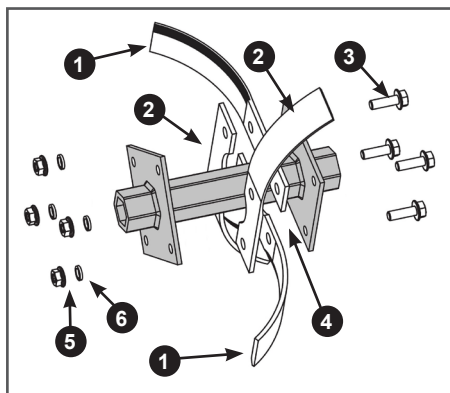

Рис. 15. Установка ножей на внутренний фланец основной секции оси фрезы
3. Установите ножи на внутренний (со стороны редуктора) фланец основной секции оси (Рис. 15). Со стороны редуктора вставьте в отверстия во внутреннем фланце 4 оси болты 3, далее в соответствии с рисунком 15 на внутренний фланец с внешней его стороны установите правые ножи 1 (имеющие изгиб в сторону от редуктора), затем, как показано на Рис. 15 установите левые ножи 2 (имеющие изгиб к редуктору). После этого установите пружинные шайбы 6 и закрутите гайки 5, не затягивая их (Рис. 15). Убедитесь, что палец свободно встав-